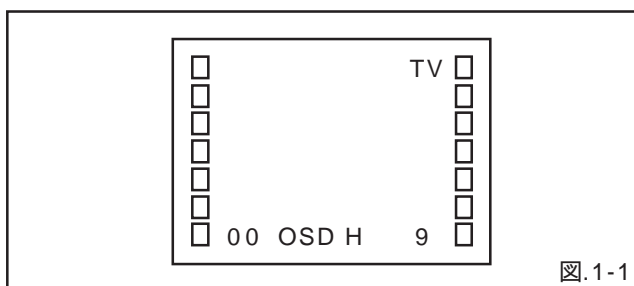

図.1-1
2. 図1-1-Aのようにマスタープレーン(JG022)とリールディスク高さ調整治具(JG024A)をセットします。その時、ドラムに傷を付けないように注意して下さい。
3. 図1-1-Bのようにリールディスクの"A"部がリールディスク高さ調整治具(JG024A)の"B"部より低く"C"部より高い位置にあるか確認して下さい。もし上記を満たさない場合、高さ調整ワッシャーを使用し、 $10(+0.2, -0)$ mmとなる様に調整して下さい。
2. セット本体の音量ダウンキーとリモコン送信器のチャンネルキーの(9)を同時に2秒以上押しと図.1-1の様 調整画面が表示されます。
3. テレビモードにて図.1-1の調整画面を出し、リモコン送信器のチャンネルキーを(03)と押し"VIF VCO"を選びます。
3. テレビモードにて図.1-1の調整画面を出し、リモコン送信器のチャンネルキーを(02)と押し"RF AGC"を選びます。
2. テレビモードにて図.1-1の調整画面を出します。
5. テレビモードにて図.1-1の調整画面を出し、リモコン送信器のチャンネルキーを(01)と押し"CUT OFF"を選びます。
3. テレビモードにて図.1-1の調整画面を出し、リモコン送信器のチャンネルキーを(05)と押し"H. PHASE"を選びます。
3. テレビモードにて図.1-1の調整画面を出し、リモコン送信器のチャンネルキーを(06)と押し"V. SIZE"を選びます。
3. テレビモードにて図.1-1の調整画面を出し、リモコン送信器のチャンネルキーを(07)と押し"V. SHIFT"を選びます。
3. テレビモードにて図.1-1の調整画面を出し、リモコン送信器のチャンネルキーを(13)と押し"BRIGHTNESS"を選びます。